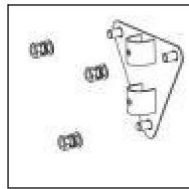
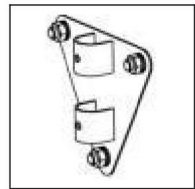

Fig. 3.
Fig.4.
- 3). Instale el panel de pared (2) en la pared y asegure tres tuercas (3). Puedes Es necesario utilizar una llave pequeña. Consulte la (Fig.3.) (Fig.4.)